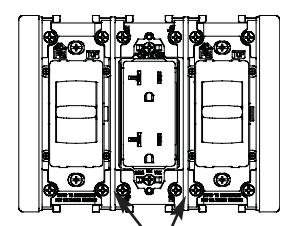

Figure 9 / Figura 9 / Figure 9
- Attach the small couplers between the devices with the screws that were removed in step 2. (See Figure 9.)
6. Fixer les petits coupleurs entre les dispositifs avec les vis qui ont été retirées à l'étape n° 2. (Voir Figure 9.)